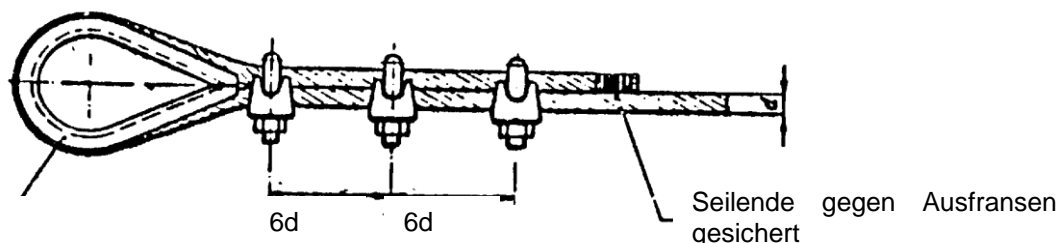

Abbildung 4
- Abstand je 6x Seildurchmesser von Klemme zu Klemme (bei Seil-Durchmesser 8 mm, ca. 48mm) laut Abbildung 4.